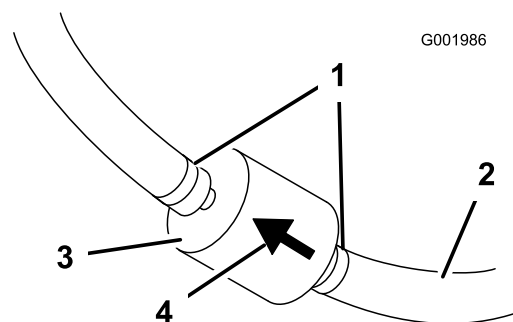

Рисунок 47
5. Сожмите концы шланговых хомутов и сдвиньте их с фильтра (Рисунок 47).